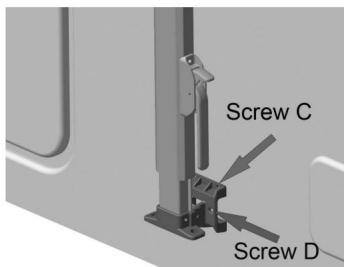
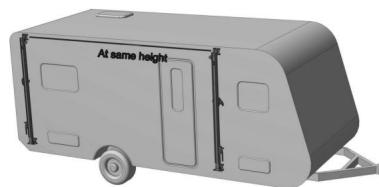

Abbildung C8
Abbildung C9
3.3 Nehmen Sie die unteren Halterungen von den Armen, setzen Sie sie mit Aluminiumplatten in die untere Installationsposition und befestigen Sie sie mit Schraube C und Schraube D (Abbildung C8). Montieren Sie anschließend den Arm an der Halterung und befestigen Sie die oberen Halterungen ebenfalls mit Schraube C und Schraube D. Stellen Sie sicher, dass die beiden Arme auf gleicher Höhe sind. (Abbildung C9)